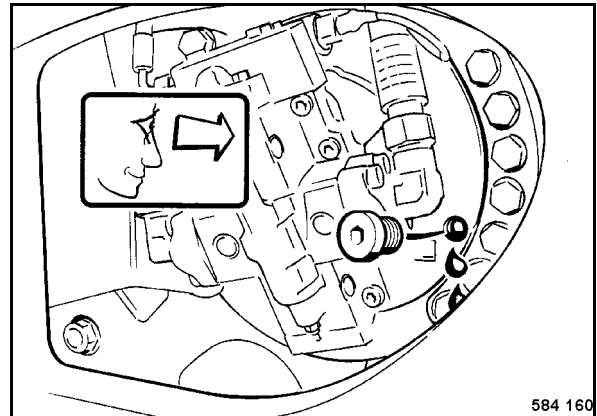

Fig. 192
- Desenroscar el tapón de control (Fig. 192).